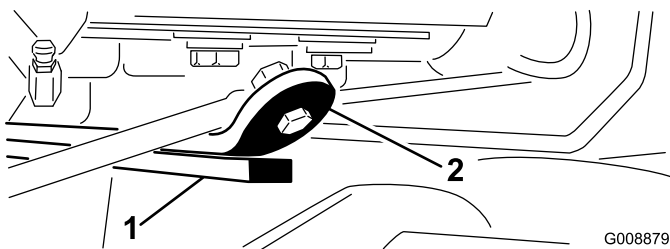

Bild 28
- 3. Lassen Sie den Motor an, heben die Hubarme an und prüfen, ob der Abstand zwischen der Abnutzungsleiste an der Oberseite des Heckmähwerks und der Stoßstangenbefestigung zwischen 0,51 und 2,54 mm liegt (Bild 28).